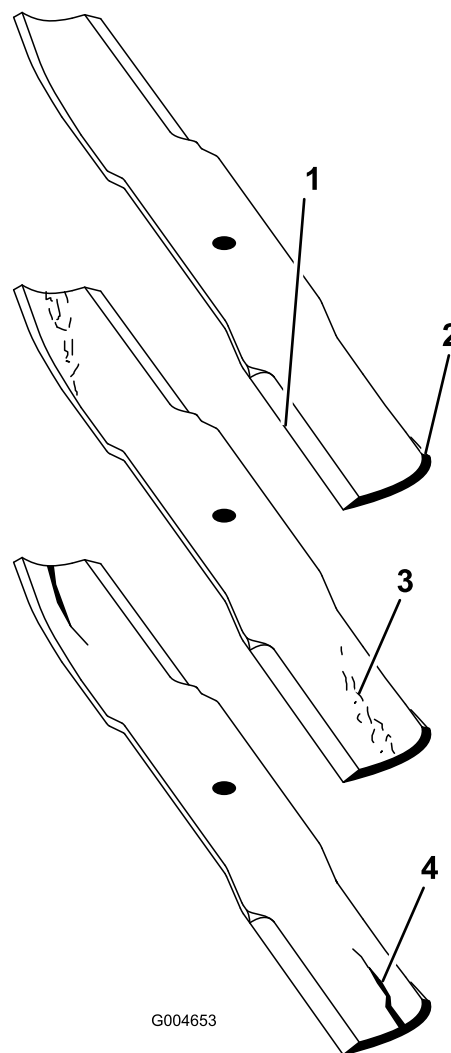

Figura 85
2. Verificate accuratamente i taglienti, con particolare attenzione ai punti d'incontro delle sezioni piatta e curva della lama (Figura 85).
Nota: Sabbia e materiali abrasivi possono consumare il metallo che connette le sezioni piatta e curva della lama, per cui si consiglia di controllare la lama prima di usare la macchina. Se notate tracce di usura, (Figura 85), sostituite la lama.